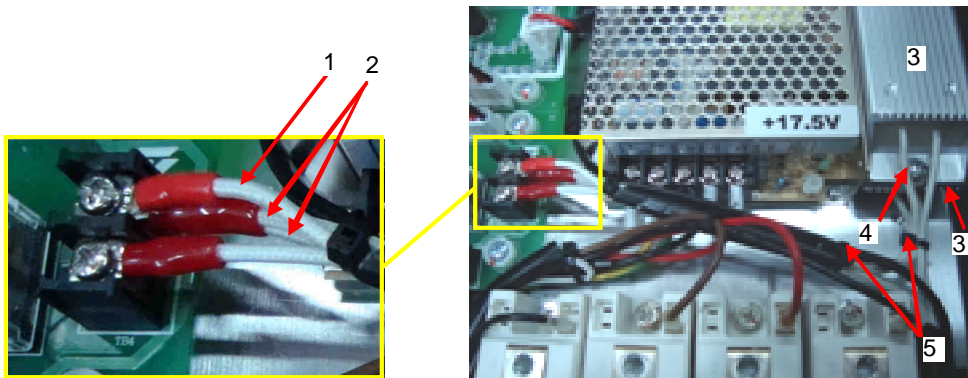

Рис. 7.9.
7.5.4. Установить резисторы предзаряда (3 шт.) на радиатор и корпус, закрепив двумя винтами 4 (рис. 7.9, 7.10). Провода от резистора предзаряда закрепить стяжками 5.